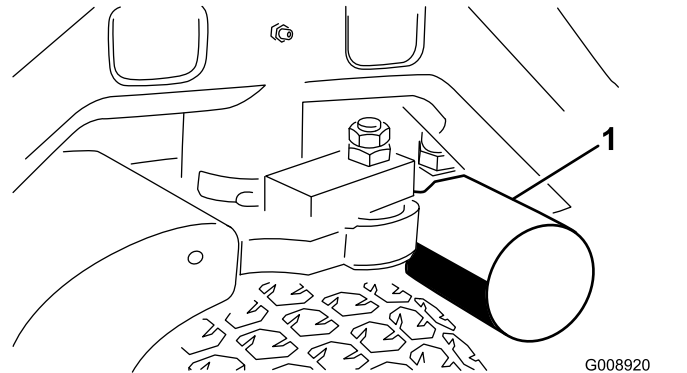
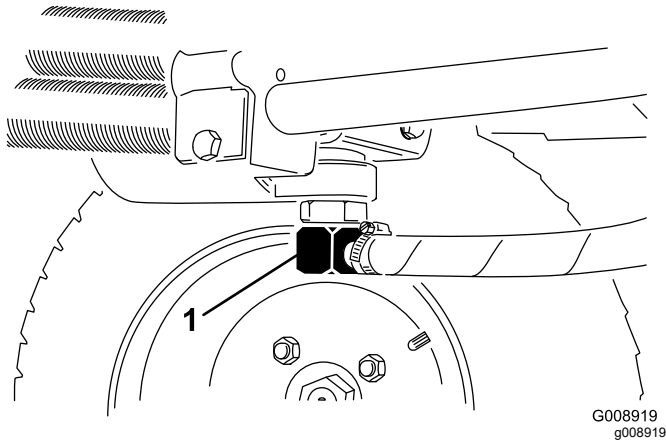

Bild 64
Bild 65
3. Reinigen Sie den Anbaubereich des Filters. Stellen Sie eine Auffangwanne unter den Filter (**Bild 64**) und entfernen den Filter.
2. Klemmen Sie die Hydraulikölleitung ab (Bild 65) oder entfernen den Hydraulikölfilter (Bild 64) und lassen das Hydrauliköl in ein Auffanggefäß ablaufen. Montieren Sie die Hydraulikölleitung, wenn kein Öl mehr ausströmt.